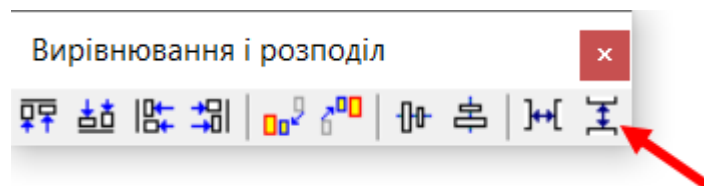

Рис. 1.12. Команда рівномірного розташування полиць по вертикалі
17. Розташувати середню полицю рівномірно між нижньою і верхньою полицями (виділити всі полиці та на панелі інструментів «Вирівнювання та розподіл» вибрати кнопку «Розподілити по вертикалі» (рис. 1.12).